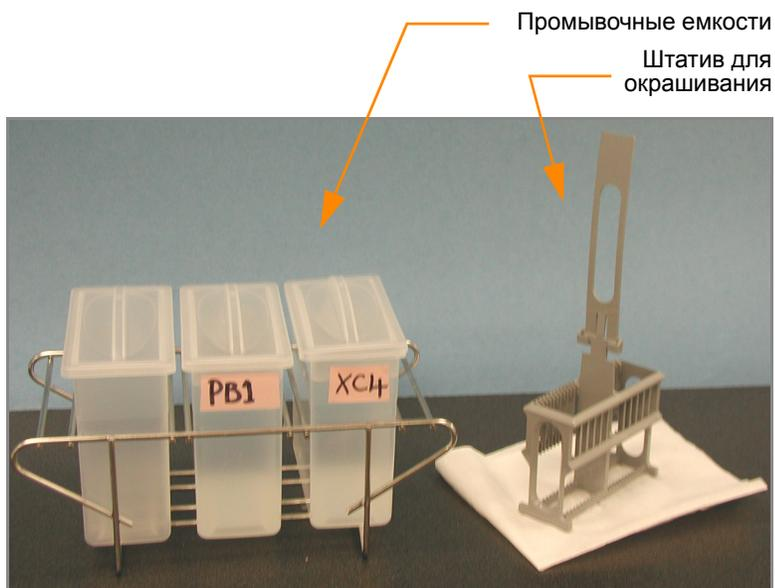

Рис. 180 Промывочные емкости с PB1 и XC4 и штатив для чипов BeadChip
2. Подготовьте две промывочные емкости с загрузкой сверху, маркированные надписями «PB1» и «XC4» (Рис. 180).